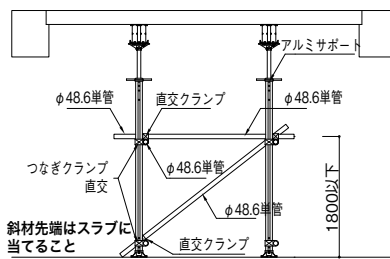

図2
- ・壁・柱が無い場合は斜材を X・Y 方向に設置して下さい。また、斜材の下端は下の スラブに突き当てて下さい。(図2)